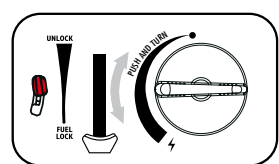

fig. 5
7. Indstil kontrolknappen til den ønskede position (fig.5) Sæt aldrig patronhåndtaget (6) i positionen "UNLOCK" under brug!